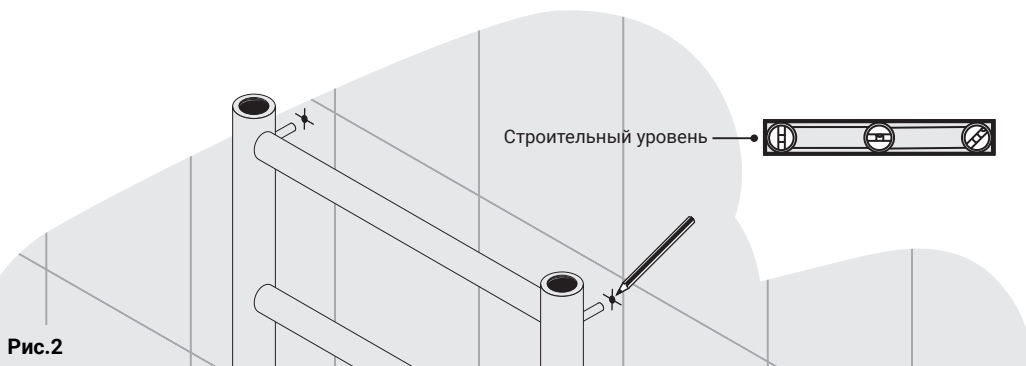

Рис.2
4.1.2. Произведите «примерочный» монтаж полотенцесушителя. Для точной разметки точек крепежа рекомендуется использовать строительный уровень (рис. 2).
4.1.3. Сделайте метки на стене (рис.2).